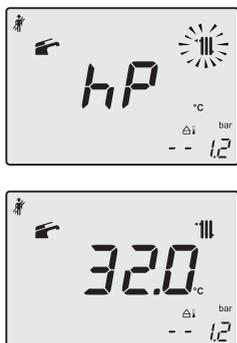

Figura 9.23
- Premendo il tasto 24 (Figura 9.20) è possibile variare la potenza in modalità spazzacamino: con visualizzazione sul display LCD delle lettere **hP** che si alternano con il valore di temperatura dell'acqua di riscaldamento (es.32), siamo in "funzione spazzacamino" alla potenza minima in riscaldamento (Figura 9.23).